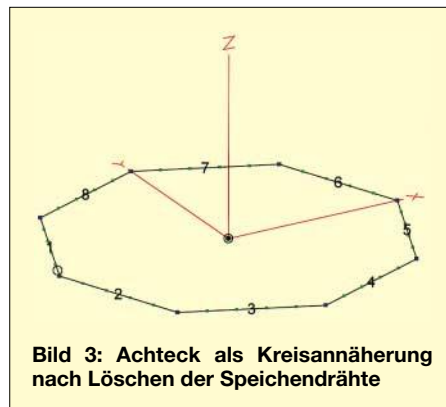

Bild 3: Achteck als Kreisannäherung nach Löschen der Speichendrähte
erkennen, ob noch ein unerwünschter Speichendraht in der Liste ist. Übrig bleibt ein Achteck, das als grobe Kreisnäherung für eine weitere Verwendung als Antenne zur Verfügung steht, Bild 3. Die Daten dieses Achtecks wollen wir als Datei (3)8Eck8(b).ez sichern. Bild 4 zeigt die vollständige Antennenbeschreibung.